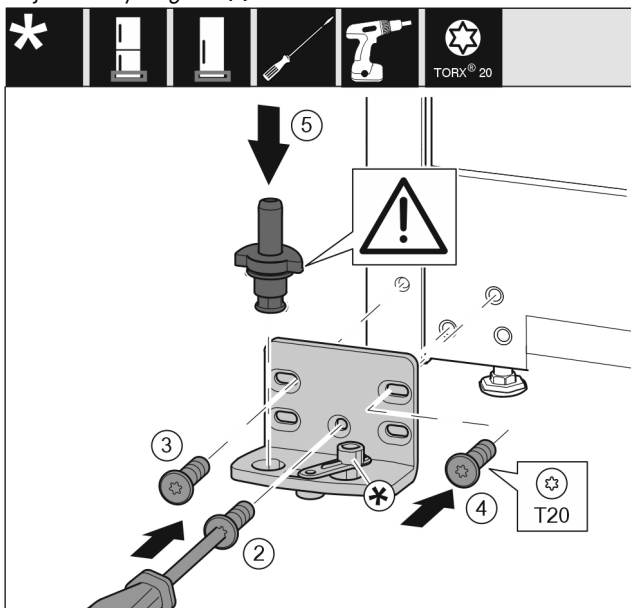

Fig. 37
- ▶ Nasadíte stojan ložiska na druhé straně a přišroubujte pomocí šroubováku. Začněte šroubem Fig. 37 (2) dole uprostřed.
- ▶ Utáhněte šroub Fig. 37 (3) a šroub Fig. 37 (4).
- ▶ Zcela vložte ložiskový čep Fig. 37 (5). Přitom dávejte pozor, aby zajišťovací vačka směřovala dozadu.
- ▶ Nasadíte stojan ložiska na druhé straně a přišroubujte pomocí šroubováku. Začněte šroubem (2) dole uprostřed.*
- ▶ Utáhněte šroub (3) a šroub (4)*
- ▶ Spojení tlumiče zavírání (5) otočte o 180°. Šroubovákem přišroubujte na druhé straně stojanu ložiska.*
- ▶ Zcela vložte ložiskový čep (6). Přitom dávejte pozor, aby zajišťovací vačka směřovala dozadu.*